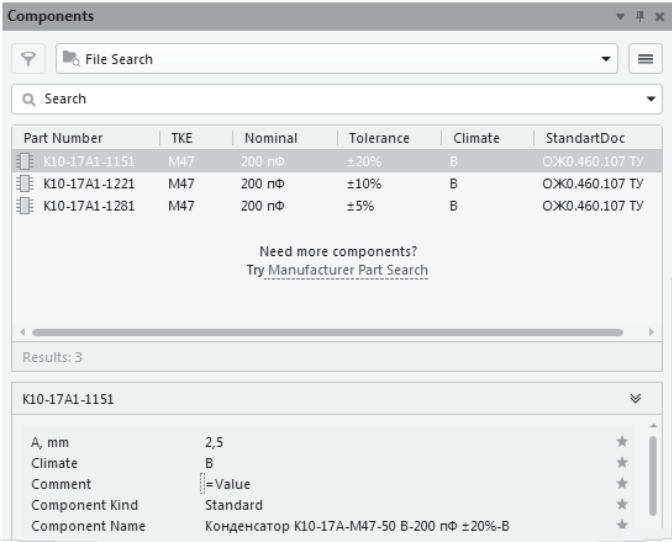

Рис. 4.4. Результат поиска компонента
- кнопкой **Search** начать поиск. Результат поиска — один или несколько компонентов, отвечающий составленной маске, отображается в главном поле панели **Components** (рис. 4.4).